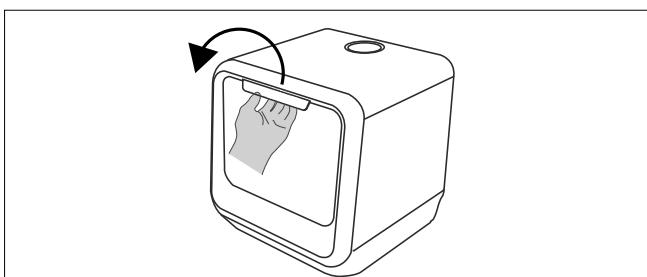

Abb. 12 – Tür öffnen
- ▶ Fassen Sie in die Griffmulde (1) und öffnen Sie die Tür, in dem Sie sie zu sich ziehen. Klappen Sie die Tür vollständig auf (siehe Abb. 12).